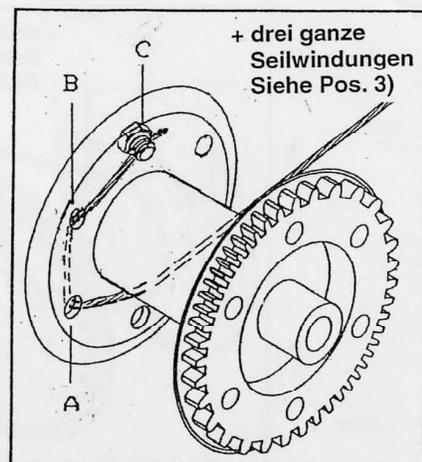

Abb. 2
5.3b Betrifft: LHW-C-2600 Seilabgang unten: (siehe Abbildung 2).